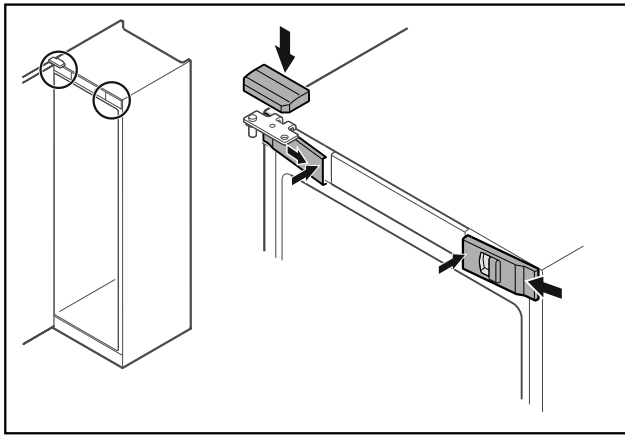

Fig. 50
- ▶ Voorste afdekkingen Fig. 50 (1) zijdelings aanbrengen en van binnen vastklikken.
- ▶ Bovenste afdekking Fig. 50 (2) van boven vastklikken.